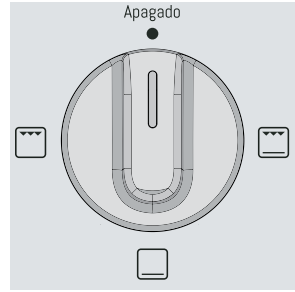

Figura 48. Selector de resistencias
- Con la puerta abierta, gire el selector de resistencias en sentido horario hasta la función que desea (resistencia inferior, superior o inferior y superior) (Ver figura 48)